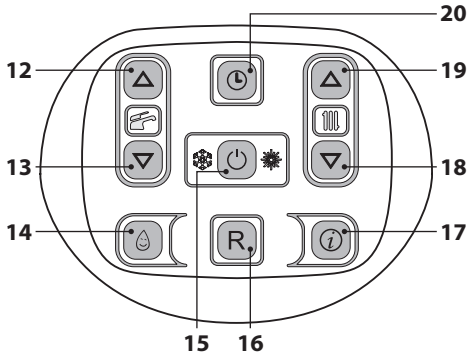
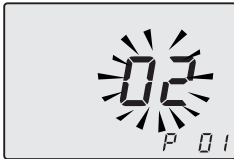

Figura 5.46
Figura 5.47
- Entrare in "modalità programmazione" premendo contemporaneamente per 10 secondi i tasti 15 - 18 - 19 (Figura 5.46) fino a far apparire sul display LCD le lettere **P01** e il valore del parametro, indicanti l'entrata nel "parametro 01" (Figura 5.47).
- Premendo il tasto 15 (Figura 5.46) si ottiene la conferma del valore inserito.
Comunque se la temperatura ambiente non dovesse essere confortevole si può aumentare o diminuire la temperatura di mandata dell'impianto riscaldamento di  $\pm 15^\circ\text{C}$  agendo sui tasti 18 (diminuzione) e 19 (aumento) (Figura 5.46).